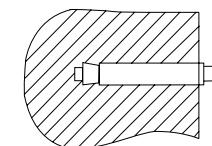

Рис. 4
2. После выбора места монтажа определите места под два крепежных болта с крюками (в зависимости от спецификаций выбранного изделия). Проделайте в стене два отверстия необходимой глубины с помощью сверла размером, соответствующим размеру крепежных болтов, вставьте винты, поверните крюк вверх, плотно затяните гайки, а затем установите на него электрический водонагреватель (см. рис. 4).